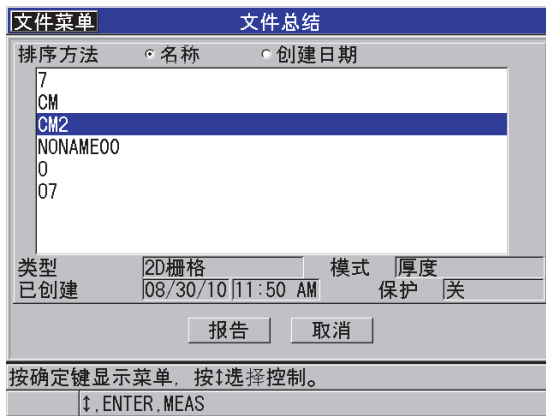

图 11-30 文件总结报告屏幕
4. 在**文件总结**屏幕中（参见第 208 页的图 11-30）：